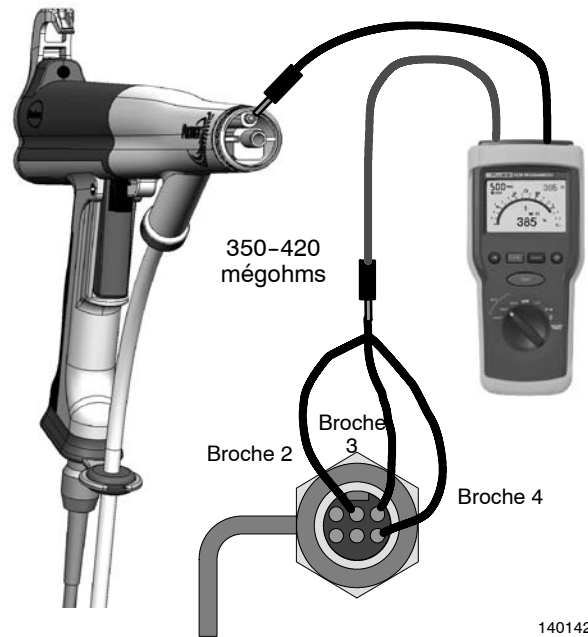

Fig. 3 Test entre l'extrémité du câble et le plongeur à ressort
1. Voir la figure 3. Enlever la buse.